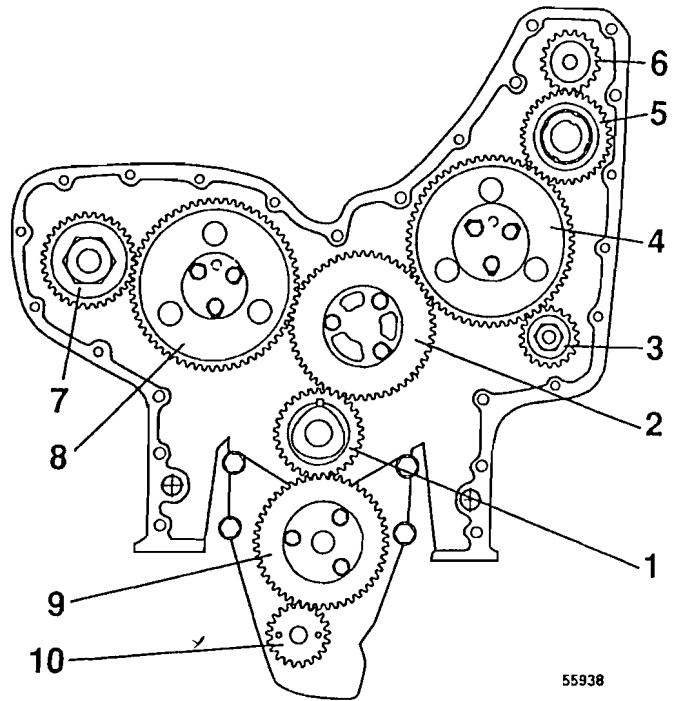

Fig. 167
- 10 Desmontar los tornillos del piñón intermedio (arandelas elásticas abovedadas) y el piñón del árbol de levas y el de la bomba de inyección (arandelas onduladas), véase la fig. 167.
- 12 Quitar el piñón del árbol de levas (nro. 8) y el piñón de la bomba de inyección (nro. 4), véase fig. 167.
- 13 Quitar el piñón intermedio de la bomba de aceite, véase 9, fig. 167.